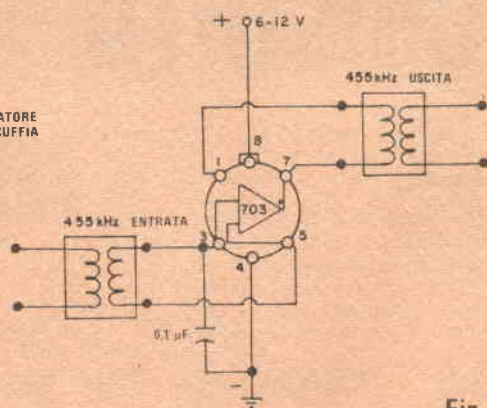

Fig. 4
**4) Amplificatore FI a 455 kHz** - Nella *fig. 4* è illustrato lo schema di un amplificatore FI a 455 kHz, realizzato con componenti facilmente reperibili. Collegando in serie parecchi di questi amplificatori FI ad alto guadagno, si può realizzare un amplificatore FI completo da usare in un ricevitore. La polarizzazione interna ed il guadagno limitato del 703 riducono la necessità di disaccoppiamento quando parecchi stadi vengono collegati in serie.